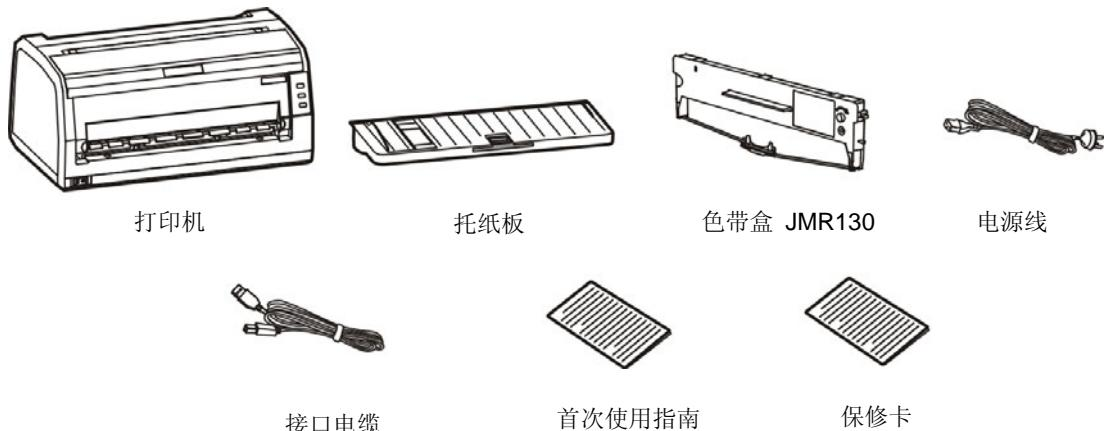

图 2-1 包装箱内打印机包装配件
在打印机包装箱内，应具有以下各项：(1) 打印机；(2) 托纸板；(3) 色带盒 JMR130；(4) 电源线；(5) 接口电缆；(6) 首次使用指南；(7) 保修卡（如图 2-1 所示）。如有遗漏，请向有关经销商联系。